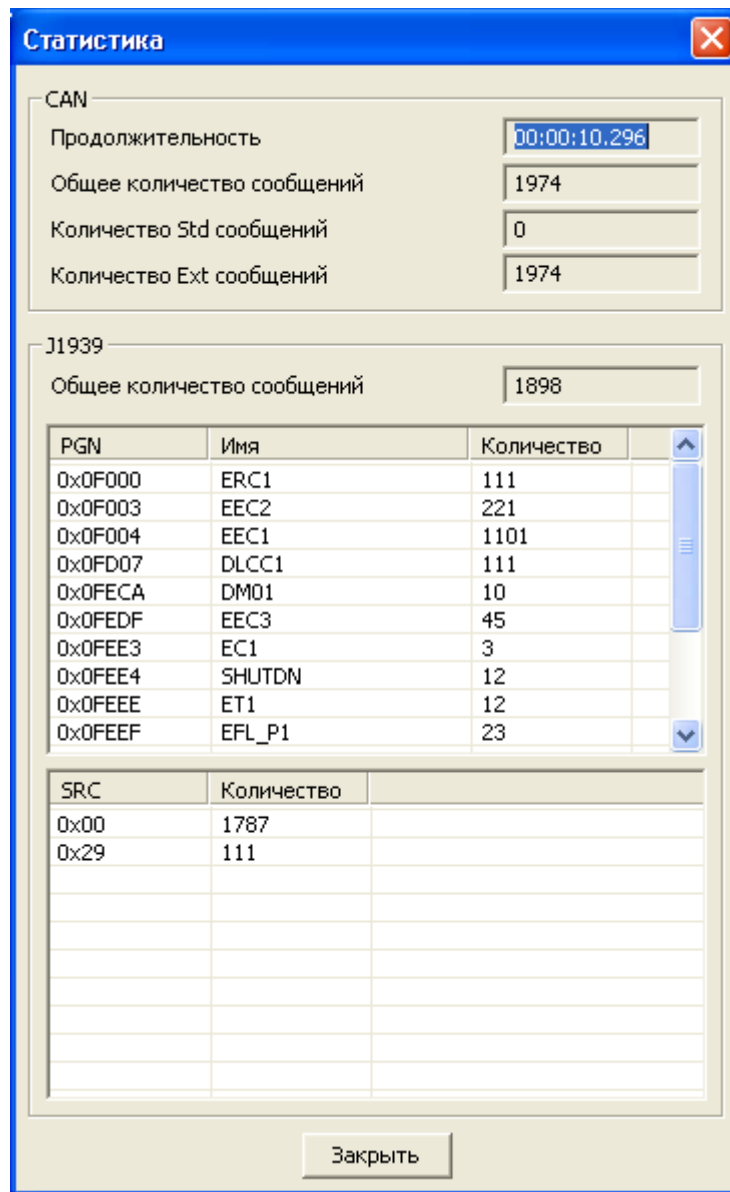

Рис. 8.4
8.4. Диалог «Статистика» (рис. 8.4) отображает статистические данные текущей трассировки.